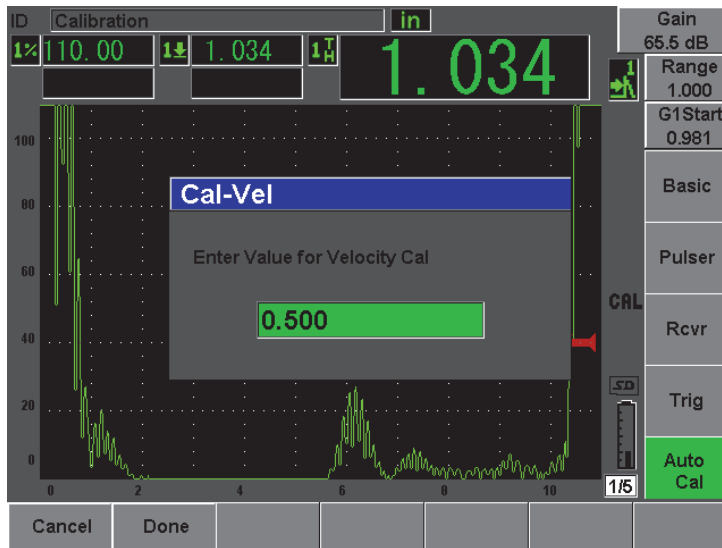

Figura 10-13 Inserimento del valore di spessore per la calibratura della velocità
15. Inserire lo spessore noto dell'indicazione nella porta (12,5 mm [0,5 in] in questo esempio) ed in seguito selezionare **Done** (esegui) per completare la procedura di calibratura (vedi Figura 10-13 alla pagina 176).